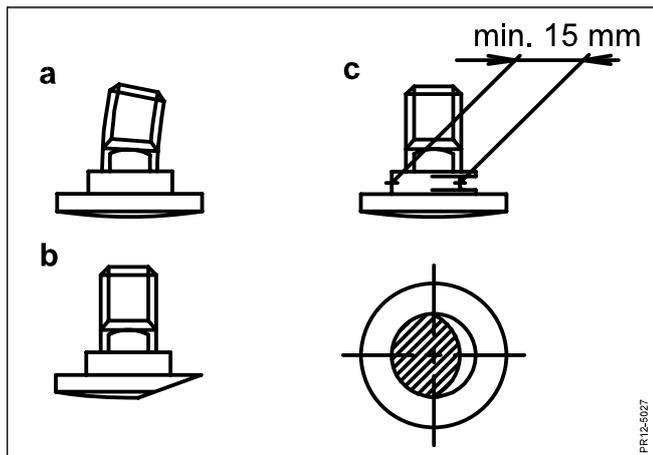

Fig. 6-6
- Fig. 6-6 Messerbolzen auswechseln, wenn: